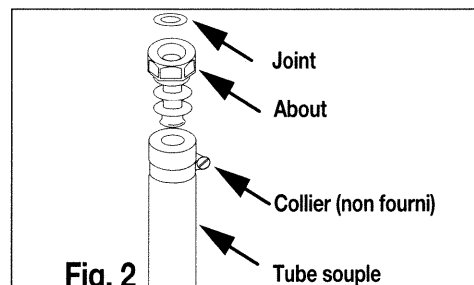

Fig. 2
- soit, **dans le cas d'une installation existante**, par tube souple d'un diamètre intérieur de 6 mm (fig.2) monté sur un about approprié équipé de colliers de serrage à ses deux extrémités.
- soit, **dans le cas d'une installation existante**, par tube souple d'un diamètre intérieur de 15 mm (fig.2) monté sur un about approprié équipé de colliers de serrage à ses deux extrémités.
- Voir paragraphe 1.2 et fig. 2.
- Dévissez à l'aide d'une clé de 7 les injecteurs situés dans le fond de chaque pot et ôtez-les (**fig.2**).